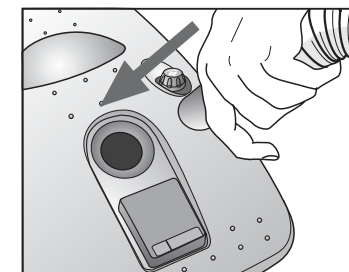

Fig. 5
- Vous pouvez introduire le raccord (1) de la manière décrite pour les figures 5 et 6 également dans la prise postérieure de soufflage (H) après avoir retiré le silencieux (I).